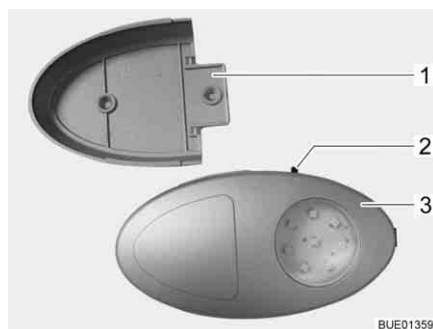

Bild 65 Klädskåpslampa
- ▷ Klädskåpslampan kan dras ut från skruvhållaren (Bild 65, 1) och användas som ficklampa.
På-/av-brytaren (Bild 65,2) sitter direkt på klädskåpslampan (Bild 65,3).